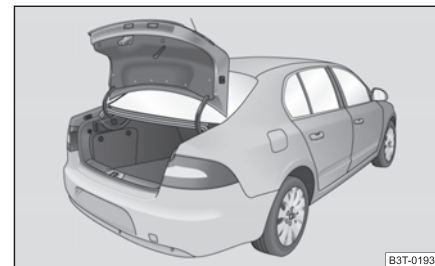

Fig. 44 Tapa de maletero
Tras desbloquear el vehículo por medio del mando a distancia o de la llave ⇒ página 48 podrá abrir la pequeña tapa de maletero ⇒ fig. 44.
- Presione la empuñadura en la parte inferior de la tapa de maletero ⇒ fig. 43, la tapa de maletero se abrirá automáticamente ⇒ fig. 44.